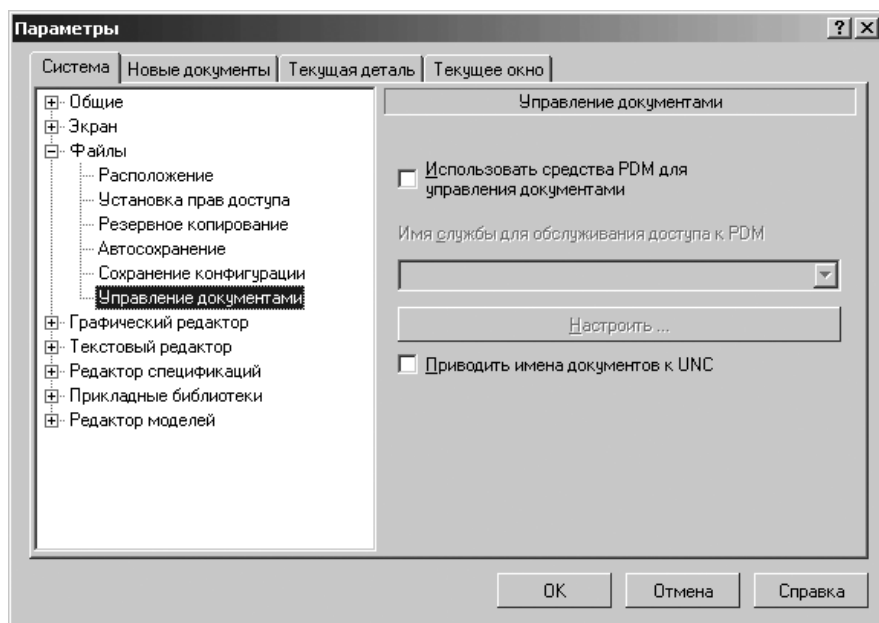

Рис. 9.15. Диалоговое окно **Параметры** с открытой вкладкой **Система** и открытой панелью **Управление документами**
- щелкните по пункту **Управление документами**. Откроется в правой части диалогового окна панель **Управление документами** (рис. 9.15);